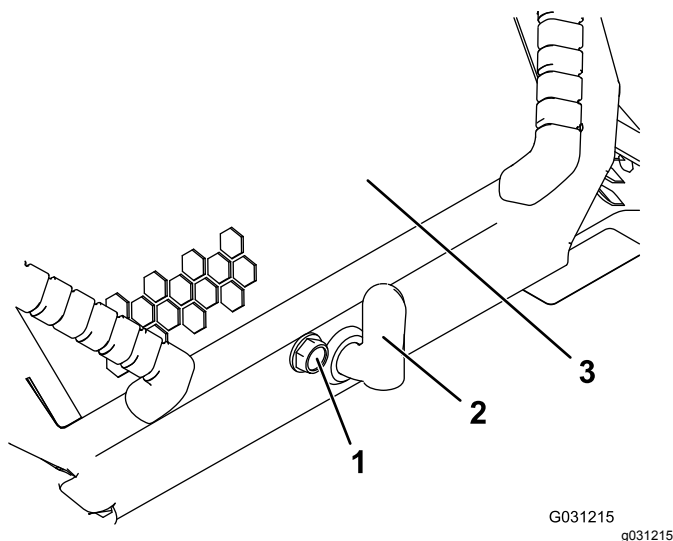

図 34
1. フード固定ねじをゆるめる 図 34。
2. フードラッチを右に回す 図 34。
3. ハンドルをつかんでフードを開ける 図 34。
3. フード固定ねじを締めてラッチを固定する 図 34。